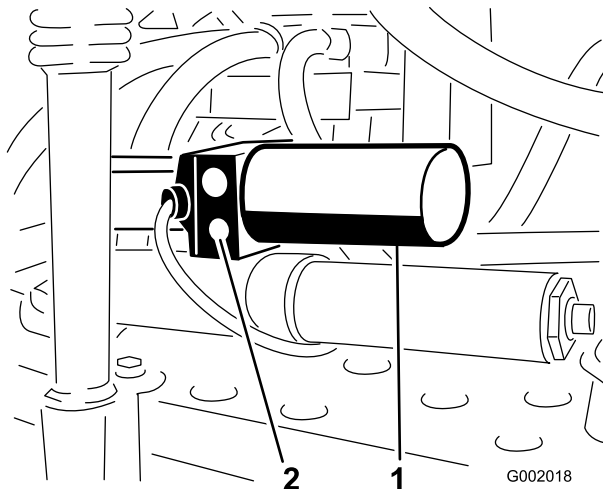

Bild 72
1. Ermitteln Sie das manuelle Überdruckventil am Aktuator jedes Spritzgestänges. Das manuelle Überdruckventil ist das kleinste Ventil. Es befindet sich nur an einer Seite des Aktuators (Bild 72).